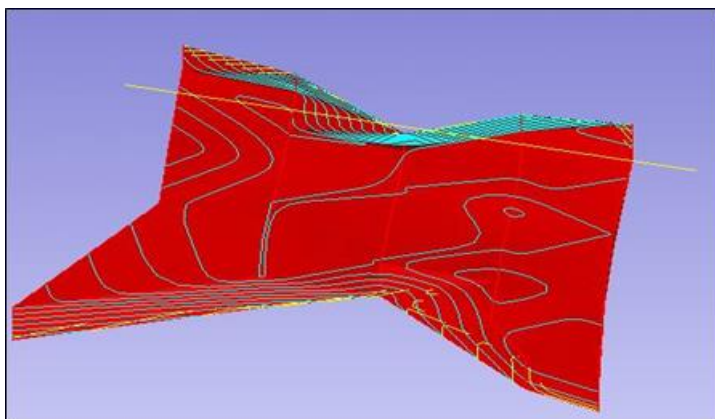

Рис. 10.6. Задание контура для ориентации сечений
8. Создайте контур, перпендикулярно которому будут созданы вертикальные сечения на объекте **Рудное тело** (рис. 10.6).